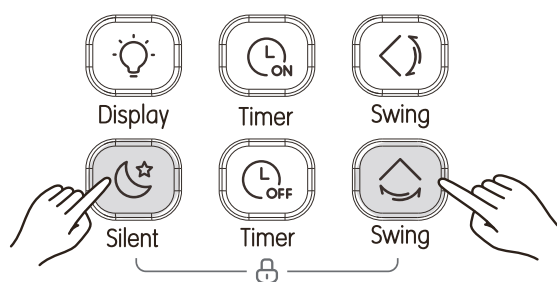

fig. 19
- Premere e contemporaneamente per bloccare il pulsante (vedi "fig. 19"), e lo schermo visualizzerà l'icona di blocco;